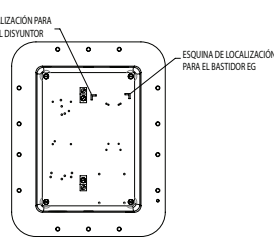

Figura 3
- Instale la línea del disyuntor de circuito/HMCP hacia arriba. Usando la plantilla de la placa de montaje proporcionada, identifique los orificios de montaje del disyuntor/HMCP en la placa de montaje. La plantilla de la placa de montaje es solo para fines de referencia de los orificios y no debe usarse dentro del ensamble. Use las marcas de esquina perforadas en la placa de montaje (vea la Figura 3) para ayudar a ubicar el disyuntor de circuito/HMCP. La figura 3 muestra el cuerpo de talla A. Se usa una configuración similar para los tamaños B y C.